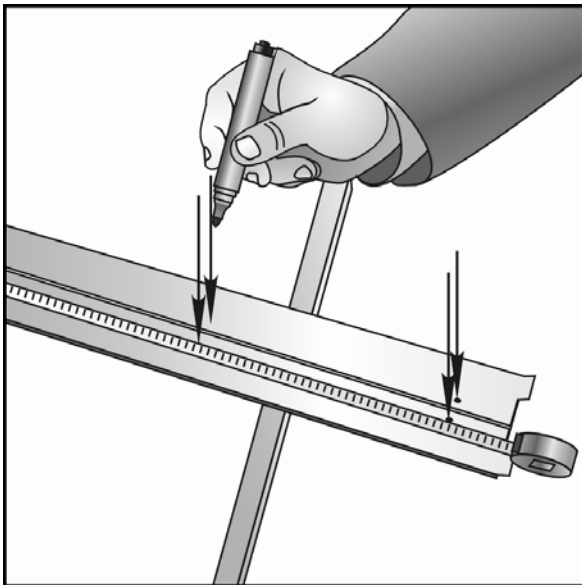
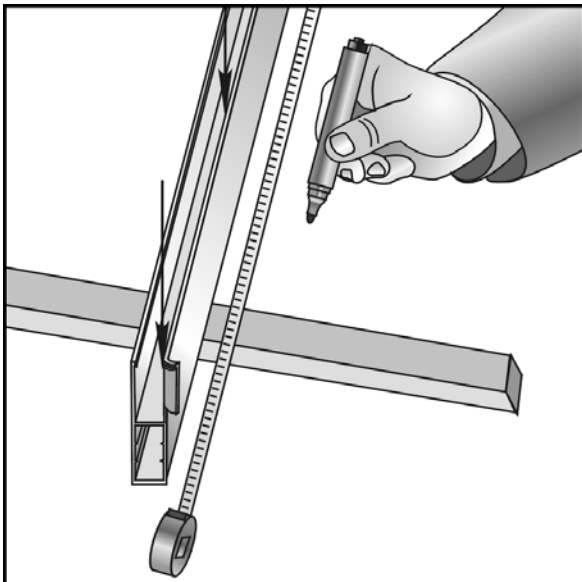

Abb. 2.1
Abb. 2.3
3. Danach – Löcher mit $\varnothing 8$ mm in den Führungsschienen markieren und durch die Schienen in die dafür vorgesehene Wand bohren. Der Abstand zwischen dem Führungsschienen-Ende und unterem bzw. oberem Loch soll 100 bis 150 mm betragen. Die restlichen Löcher sind im Abstand von 450 bis 500 mm durchzubohren (Abb. 2.1, 2.2) – Montage vor der Öffnung, (Abb. 2.3, 2.4) – Montage in der Öffnung.